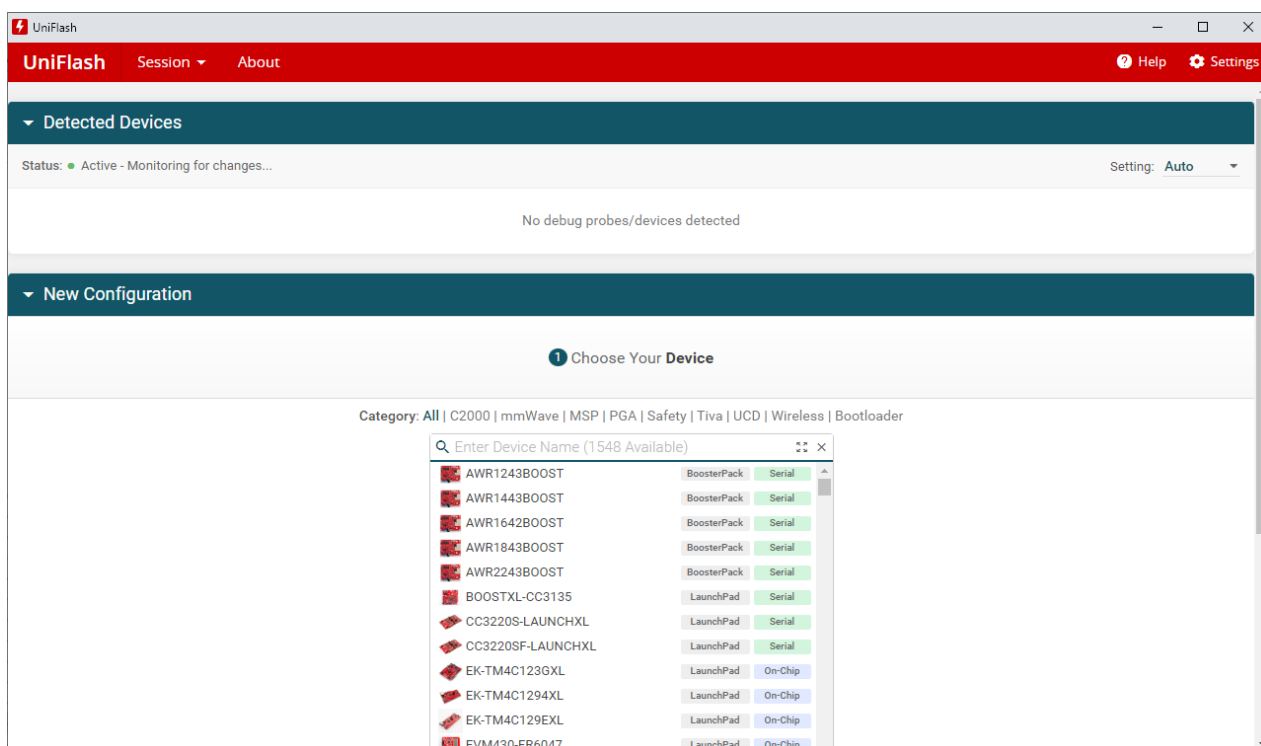

Рисунок 2 – Начальная страница программы UniFlash
1.1.2 Запустить программу UniFlash (рисунок 2).